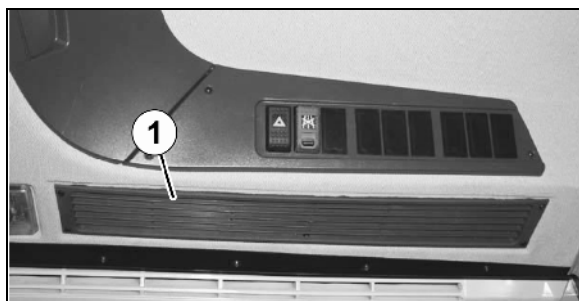

Fig. 166
1. Afmonter recirkulationsgitteret (Fig. 166/1).